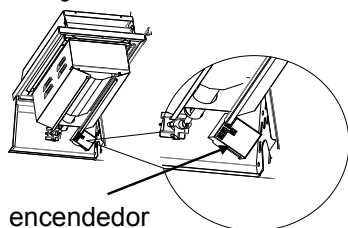

Fig.1-1
- Afloje pero no quite los 2 tornillos que se encuentran en el panel lateral derecho de la parrilla. Ver Fig.1-1.a1.
- Retire el tornillo inferior que se encuentra en el lado derecho del panel de control. Ver Fig.1-1.a2.